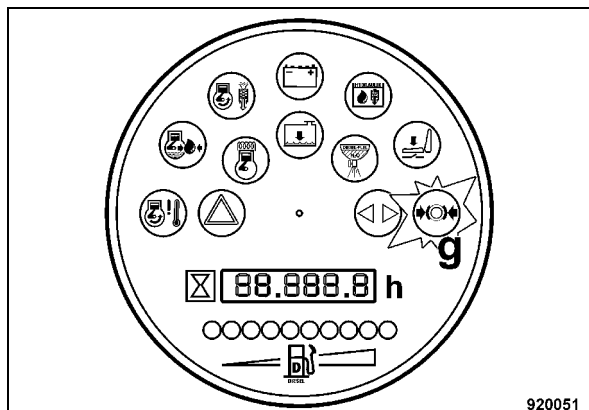

Fig. 67
- Si accende la spia di allarme per freno di stazionamento nello strumento combinato (Fig. 67).